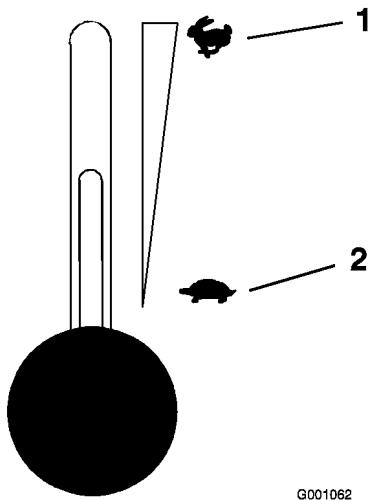

Figure 14
- Réglez la manette d'accélérateur à mi-course entre les positions bas et haut régime (Figure 14).